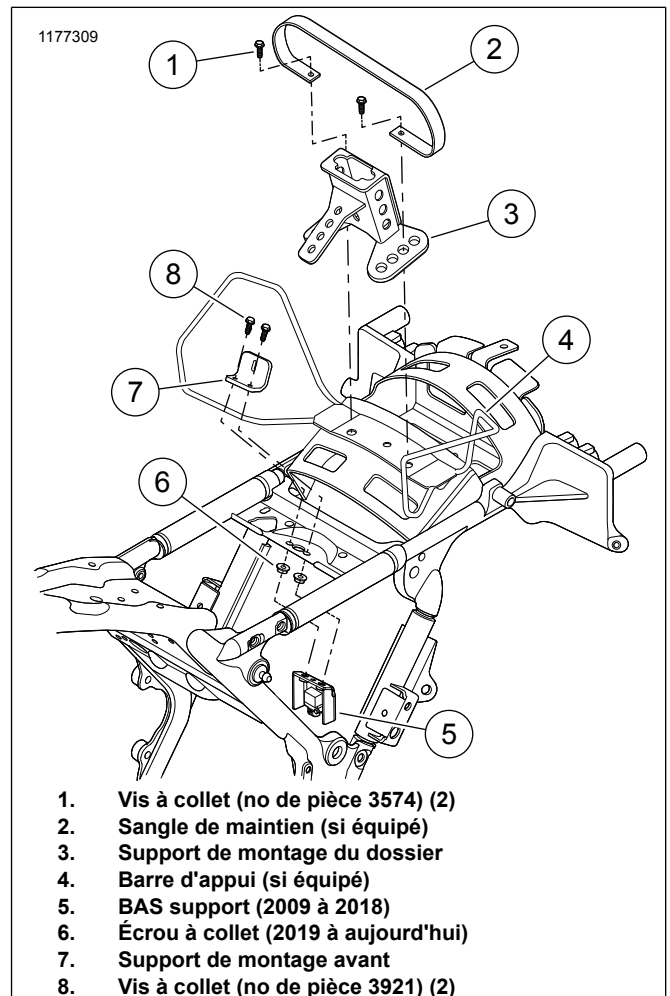

Figure 3. Pose de la base de montage du dossier
1. Voir la figure 3. Poser le support de montage avant (7).
- a. **Modèles de 2009 à 2018** : En maintenant le BAS support en place, poser le support de montage avant (7) à l'aide des vis à collet (8). Serrer.